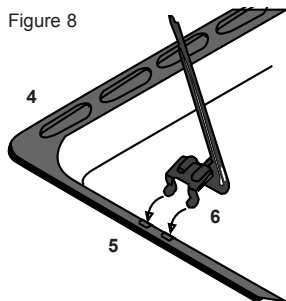

Figure 8
Pour monter le support de broche rotative, introduisez le porte-broche (6) dans les trous (5) du plateau, comme représenté à la figure 8.